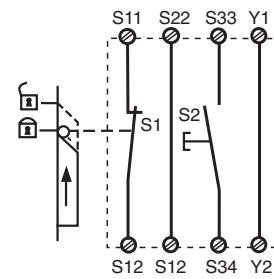

Fig. 4: Control de puerta de protección 1 / Comando porta di protezione 1 / Hekbesturing 1
- Comando per porta di protezione 1 (fig. 4)
Heksturingen (afb. 4 - 7):
- Heksturing 1 (afb. 4)